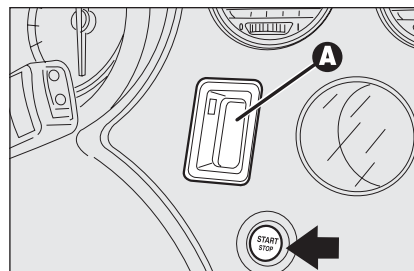

fig. 14
- lecteur **A-fig. 14** de la clé électronique (placé à côté du volant) ;